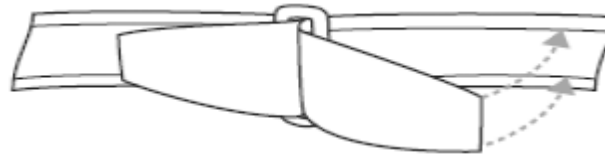

Рисунок 2. Регулируемый ремешок, проходящий через петлю ремня и закрепляемый с помощью креплений
***Примечание.** Если ремень для зарядного устройства слишком мал, то применяется удлинитель ремня. При использовании удлинителя вставьте один ремешок через петлю на удлинителе и закрепите ремешок на ремне (рисунок 2).*
Закрепите регулируемые ремешки таким образом, чтобы на первых порах ремень был немного свободен. Для правильного использования ремня для зарядного устройства оба ремешка должны проходить через петлю ремня (рисунок 2).